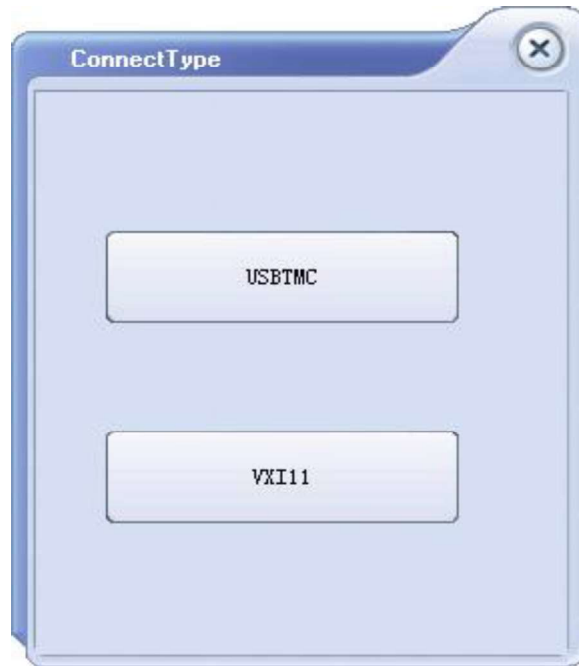

图 2-13 选择连接方式
4. 选择相应的升级文件后点击 **Upgrade** 按钮，弹出如图 2-13 所示的对话框，选择通过 **USB (USBTMC)** 或 **LAN (VXI11)** 进行升级，当进度条显示完成的时候，升级完成，升级完成后仪器会立刻运行升级后的软件版本。